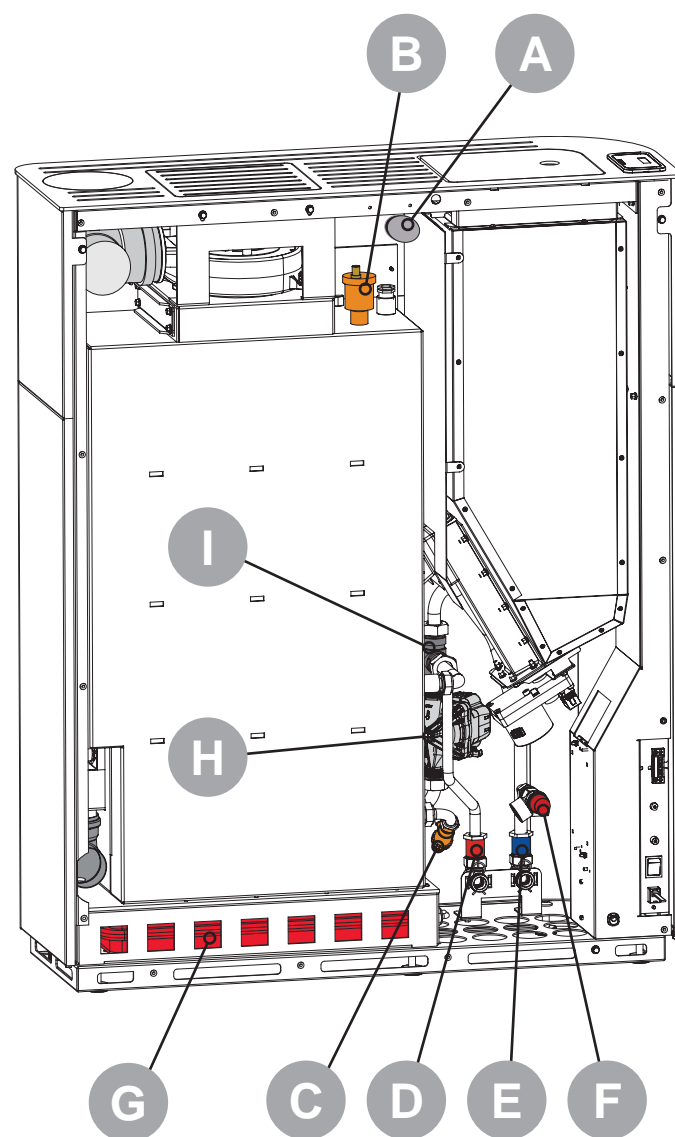

fig. 5.14
5.8.1 Beschreibung des Wasserkreislaufs (Abb. 5.14)
5.8.2 Wasseranschlüsse (Abb. 5.14)
- Ein Überlaufablassleitung mit entsprechendem Durchmesser bereitstellen, an die der Ablass des Sicherheitsventils (F) anschlossen wird.